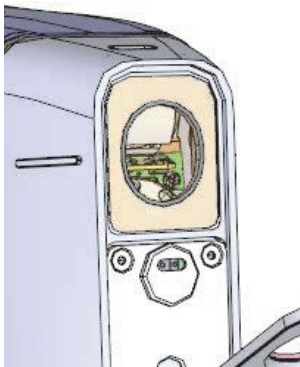

图 4-5 安装好的新窗口
2. 将窗口居中放置在探头组合件上，并将其推压到位（参见第96页的图 4-5）。
- ◆ 抓住窗口底部的卷起部位，并向上拉，直到将窗口从探头上完全剥离（参见第96页的图 4-5）。